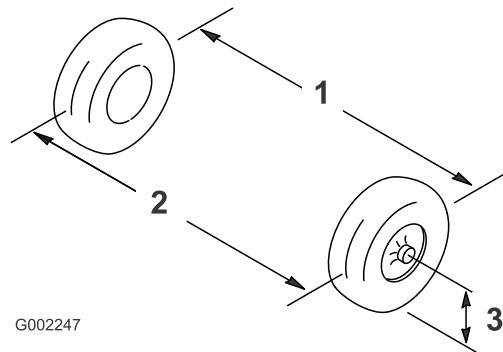

Figura 51
2. Mida la distancia entre los neumáticos delanteros a la altura del eje, en la parte delantera y trasera de las ruedas (Figura 51).